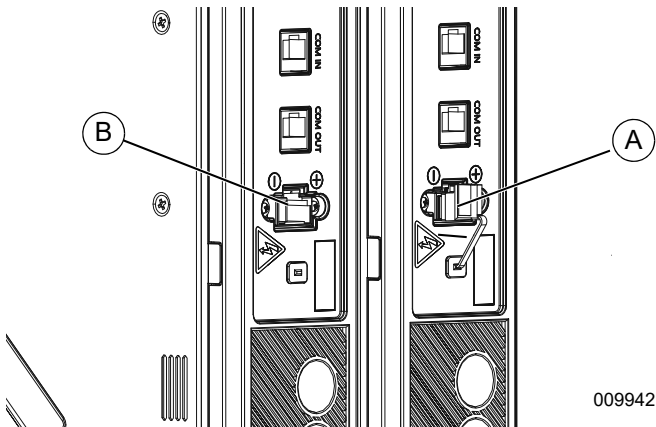

Figura 4-34. Puertos del cable de alimentación
1. Consulte la **Figura 4-34**. Retire la tapa de goma gris (A) del puerto de alimentación de cada módulo.
2. Conecte nuevamente los conectores del cable de alimentación en los puertos de alimentación del módulo de la batería (B).